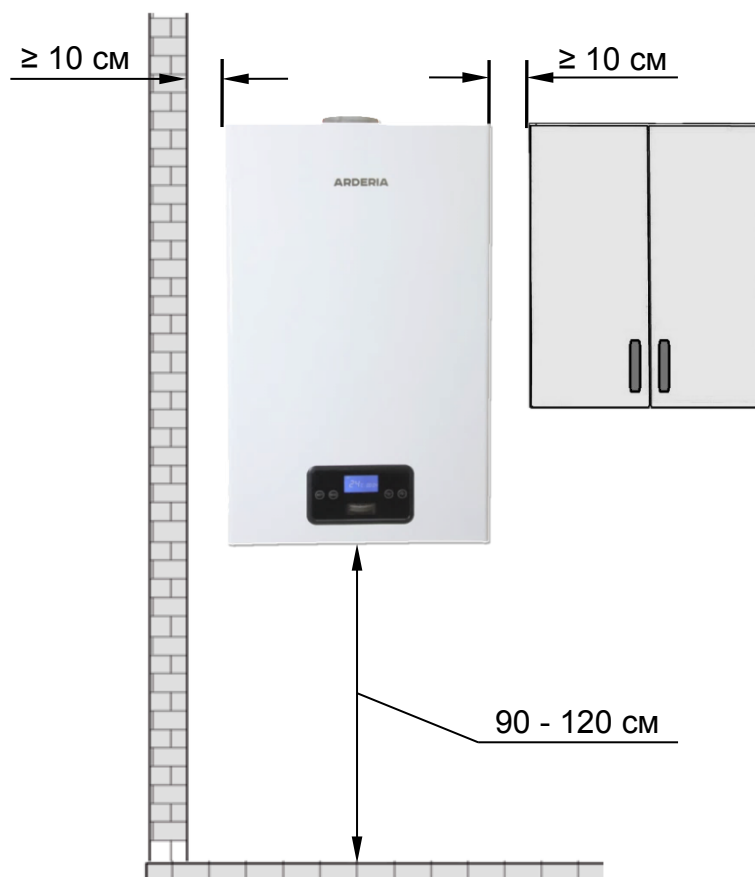

Рис. 12
- При установке котла в квартирах многоквартирных жилых домах при поквартирном отоплении, расстояние от котла до любой боковой стены **должно быть** не менее 10 см. (См. Рис. 12).
- Высота установки котла должна быть удобной для эксплуатации, ремонта и обслуживания. **Рекомендуемая высота** установки котла от 0,9 до 1,2 м. определяется от уровня чистого пола до нижнего основания корпуса котла. (См. Рис. 12).